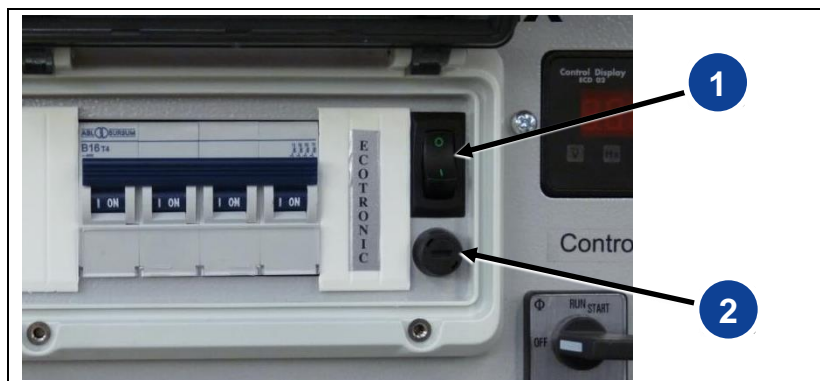

Fig. 4-9: Conmutador de tecla basculante (reducción al régimen de ralentí)
1. Colocar el conmutador de tecla basculante (Fig. 4-9-(1)) en la posición "I" (conectado).
1. Colocar el conmutador de tecla basculante (Fig. 4-9-(1)) en la posición "0" (desconectado).